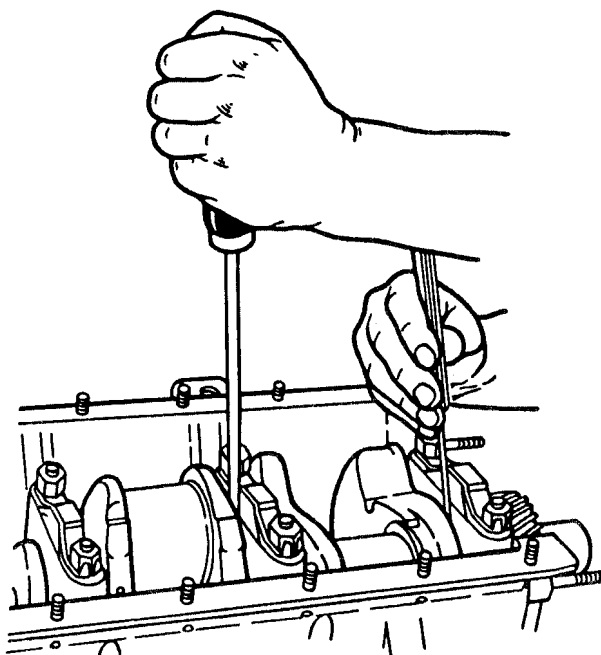

Рис.70. Проверка осевого зазора коленчатого вала
13. Проверить осевой зазор коленчатого вала. Для проверки необходимо отжать коленчатый вал к заднему концу двигателя и с помощью щупа определить зазор между торцом задней шайбы упорного подшипника и плоскостью бурта первой коренной шейки (рис.70). Зазор должен быть 0,075...0,275 мм. При увеличенном осевом зазоре для его восстановления установить упорные шайбы стандартной толщины или ремонтные упорные шайбы, увеличенной на 0,13 мм толщины. В случае значительного износа стальной упорной шайбы, установить новую упорную шайбу. В случае невозможности восстановления зазора заменой шайб, заменить коленчатый вал.